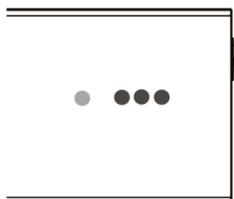

Bild 12 : 2 Std. Timer
4.2 Richten Sie die Fernbedienung direkt auf den Empfänger und drücken Sie die Taste „2“. Eine einzelne grüne LED leuchtet mit einer Lücke zwischen den Heiz- und Timer-LEDs am Gerät auf. Dadurch wird die Heizung nach zwei Betriebsstunden (120 Minuten) automatisch in den STANDBY-Modus versetzt). Im STANDBY-Modus blinkt eine einzelne rote LED, Bild 12.